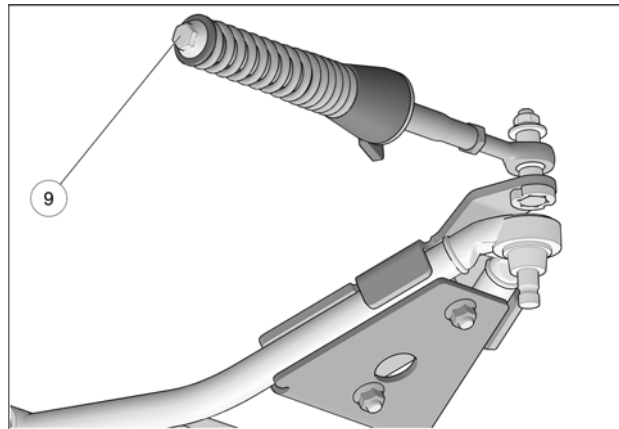

Fig. 15
9. Vérifier que le boulon du ressort (6) est serré au couple recommandé : 75 N•m [55 lb•pi]. Fig. 15